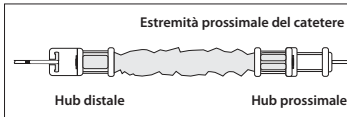

Figura 4
- Inserire la punta del catetere attraverso l'estremità prossimale del sistema di protezione anti-contaminazione per catetere. Far avanzare il catetere nella cannula e nell'hub sull'altra estremità (vedere la Figura 4).